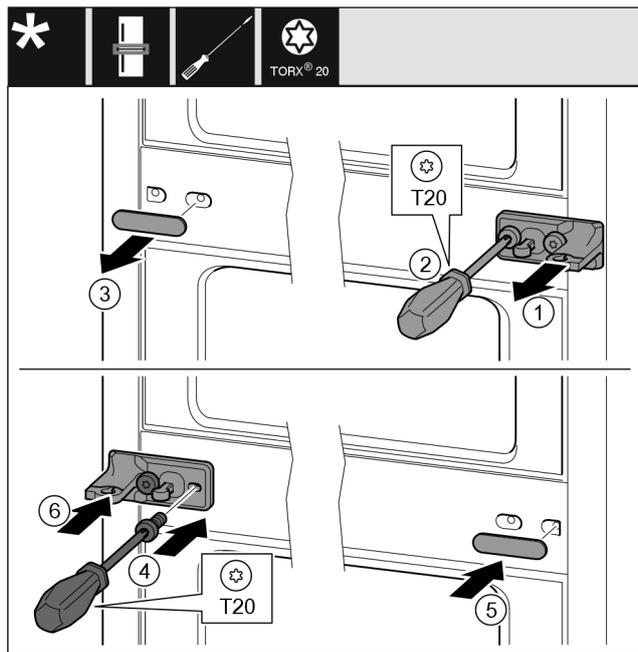

Fig. 11
- ▶ Estrarre la rondella. Fig. 11 (1)
- ▶ Svitare le viti con il cacciavite T20. Fig. 11 (2)
- ▶ Rimuovere con cautela la copertura. Fig. 11 (3)
- ▶ Ruotare il blocco di supporto con lamina di 180° e avvitarlo saldamente sull'altro lato. Fig. 11 (4)
- ▶ Applicare la copertura ruotata di 180° sull'altro lato. Fig. 11 (5)
- ▶ Spingere la rondella dal lato anteriore. Fig. 11 (6)